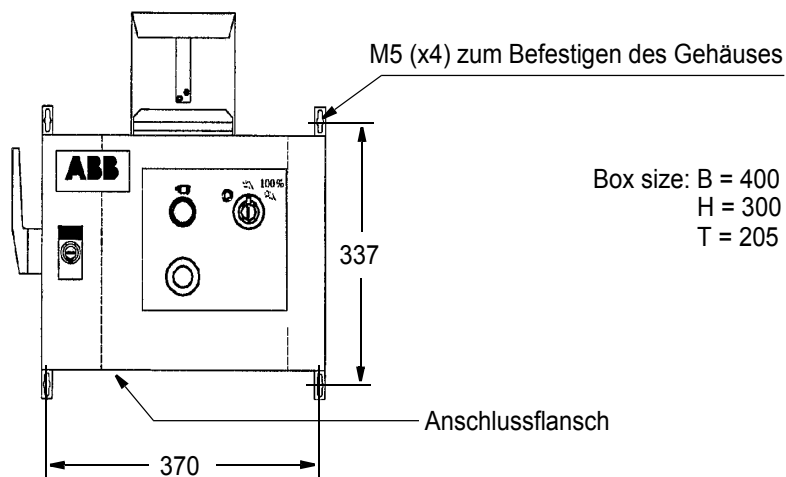

Bild 16 Bedienfeld, im Gehäuse montiert (alle Abmessungen in mm)
- 242-4** Extern, in einem Gehäuse montiert. (Siehe Bild 16).